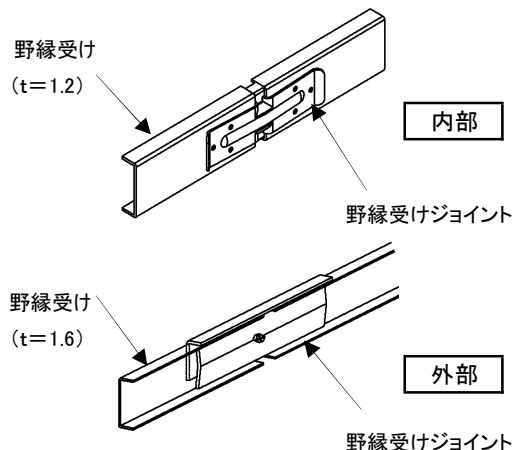

図 3-2 野縁受け接続部
- ・外部 野縁受け(t=1.6)は専用のジョイントを使う。(図3-2参照)